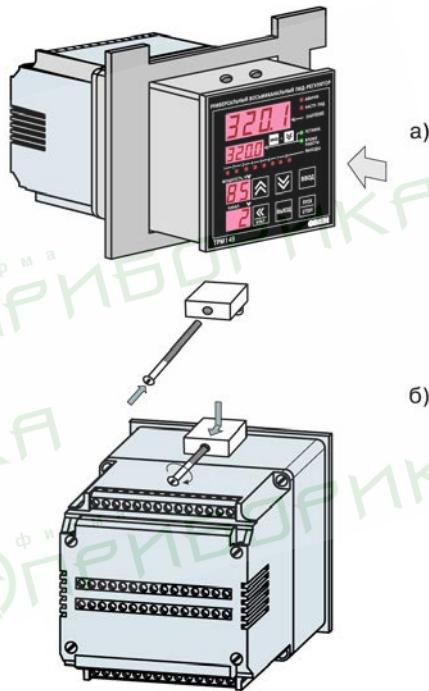

Рисунок 8.1 – Установка прибора щитового крепления
- Прибор вставляется в специально подготовленное отверстие на лицевой панели щита (см. Приложение А и для TPM138-Щ4 рисунок 8.1, а).
- Фиксаторы из комплекта поставки вставляются в отверстия на боковых стенках прибора (рисунок 8.1, б).